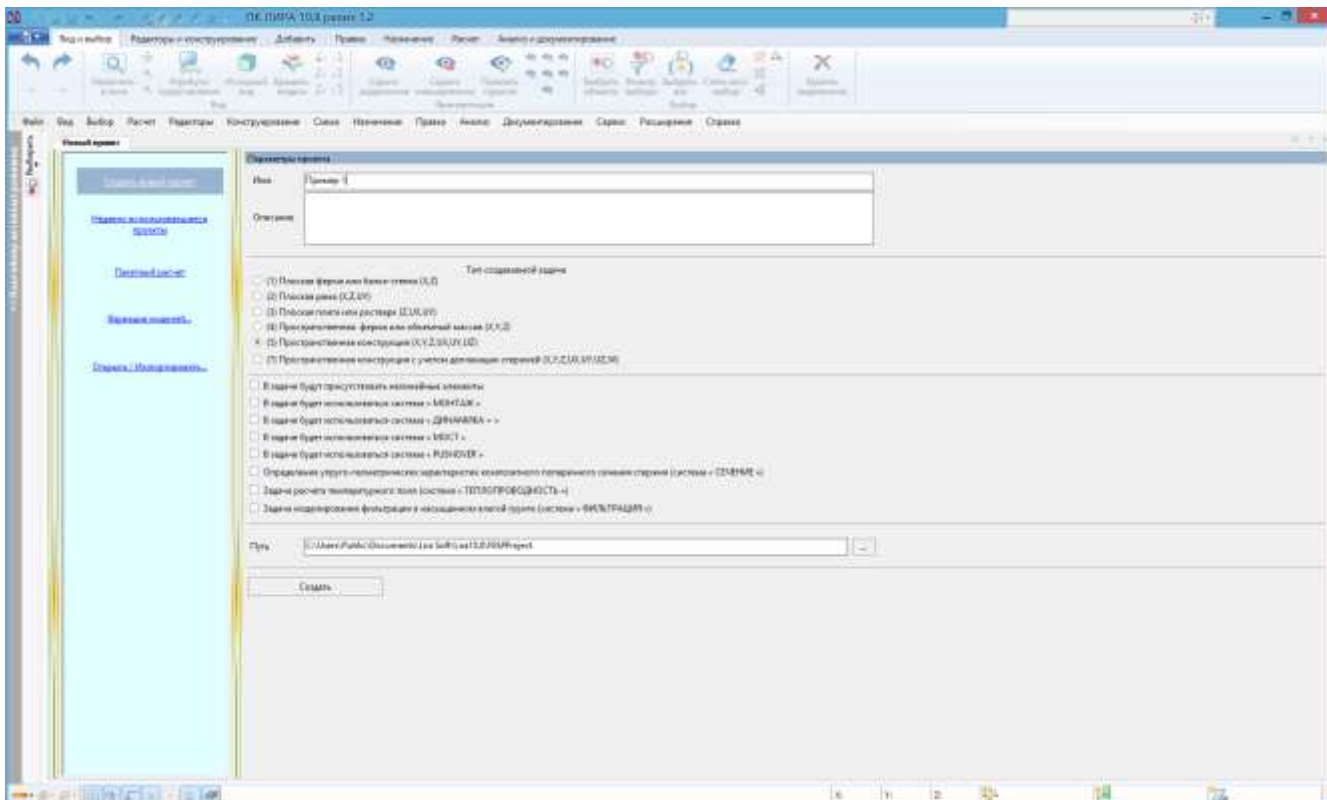

Рис. 3.2 Редактор начальной загрузки
- Задайте следующие **«Параметры проекта»** (Рис. 3.2):